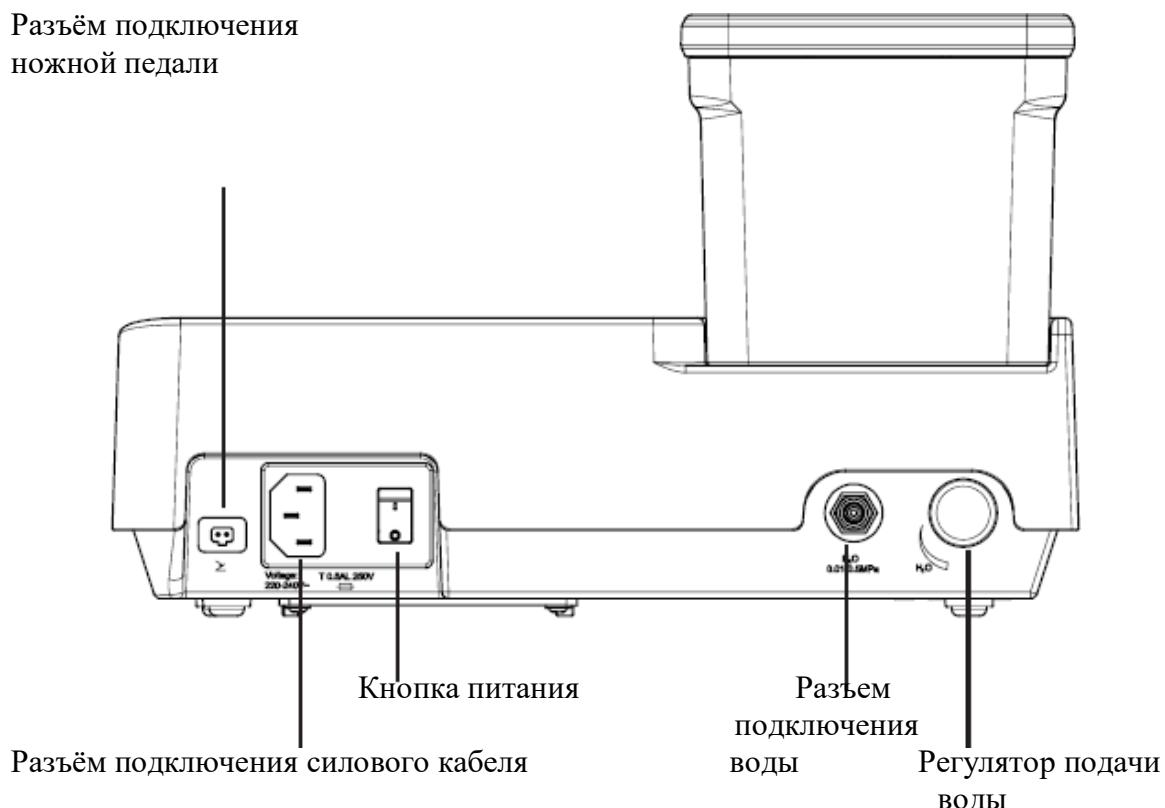

Рисунок 2
5.1.3 Вставьте штекер ножной педали в разъем подключения ножной педали на корпусе основного блока. (см. Рисунок 2)
5.1.4 Заполните емкость чистой водой или соедините один конец трубы для воды с разъемом подключения воды, а другой – с емкостью с чистой водой (см. Рисунок 2)